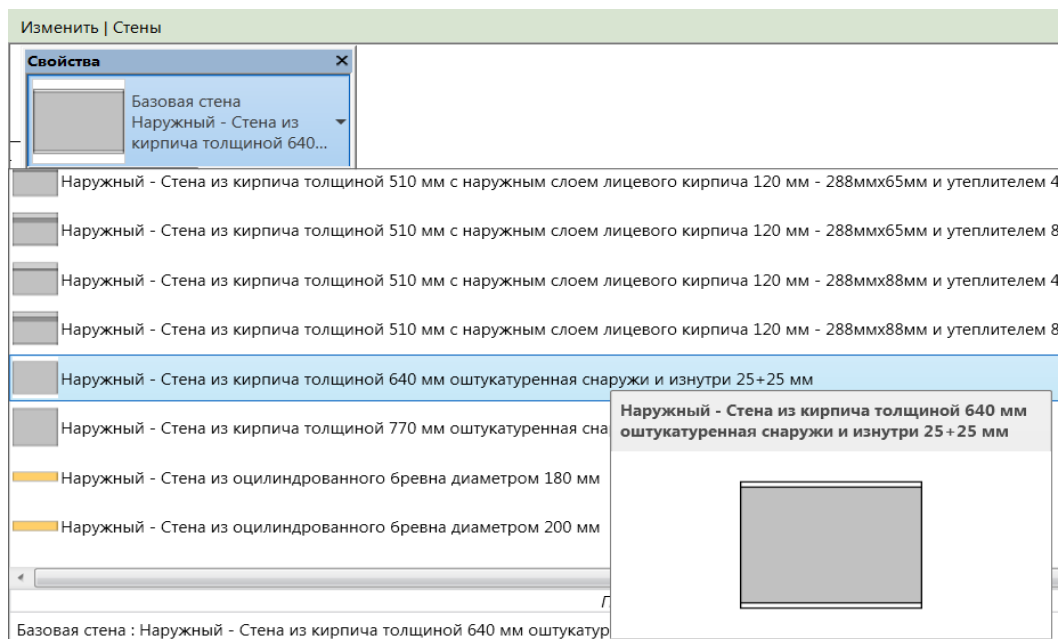
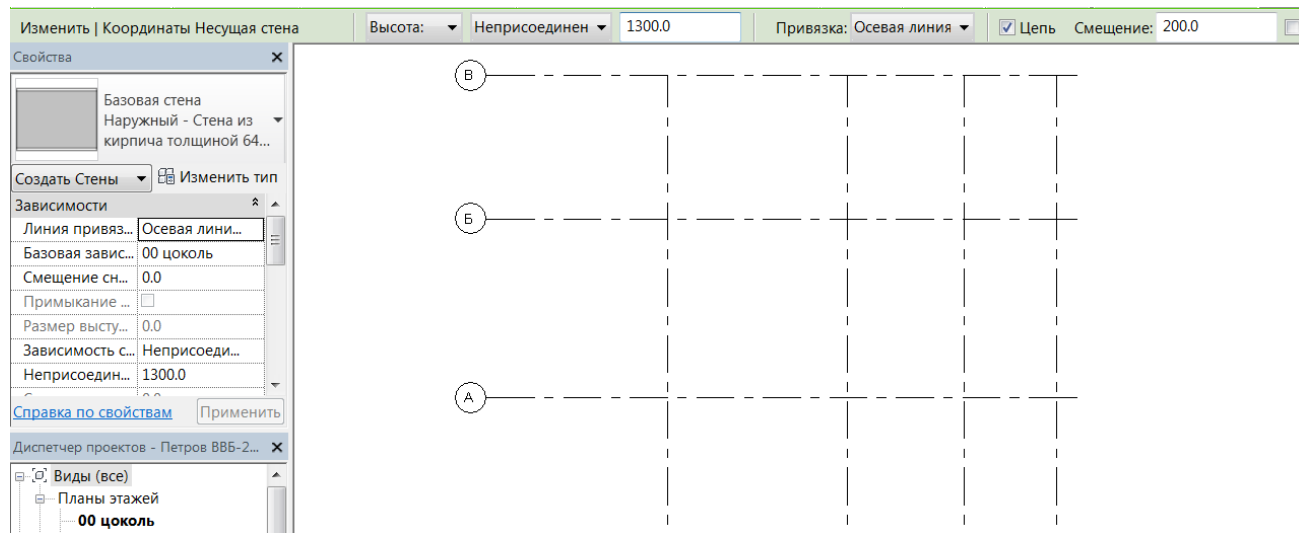

Рис. 16
Рис. 17
1. Щелкнуть инструмент **Стена**, выбрать **Наружный - Стена из кирпича толщиной 640 мм, оштукатуренная снаружи и изнутри 25-25 мм** (рис. 16), предварительно нажав в Диспетчере проектов **Цоколь** (рис. 17).
2. Для несущих стен выбрать привязку **Осевая линия стены**, смещение 200 мм, высота 1300 мм (рис. 17). Смещение от оси стены определяется как разница между половиной толщины стены 320 мм и смещением внутренней поверхности стены от координационной оси равным 120 мм